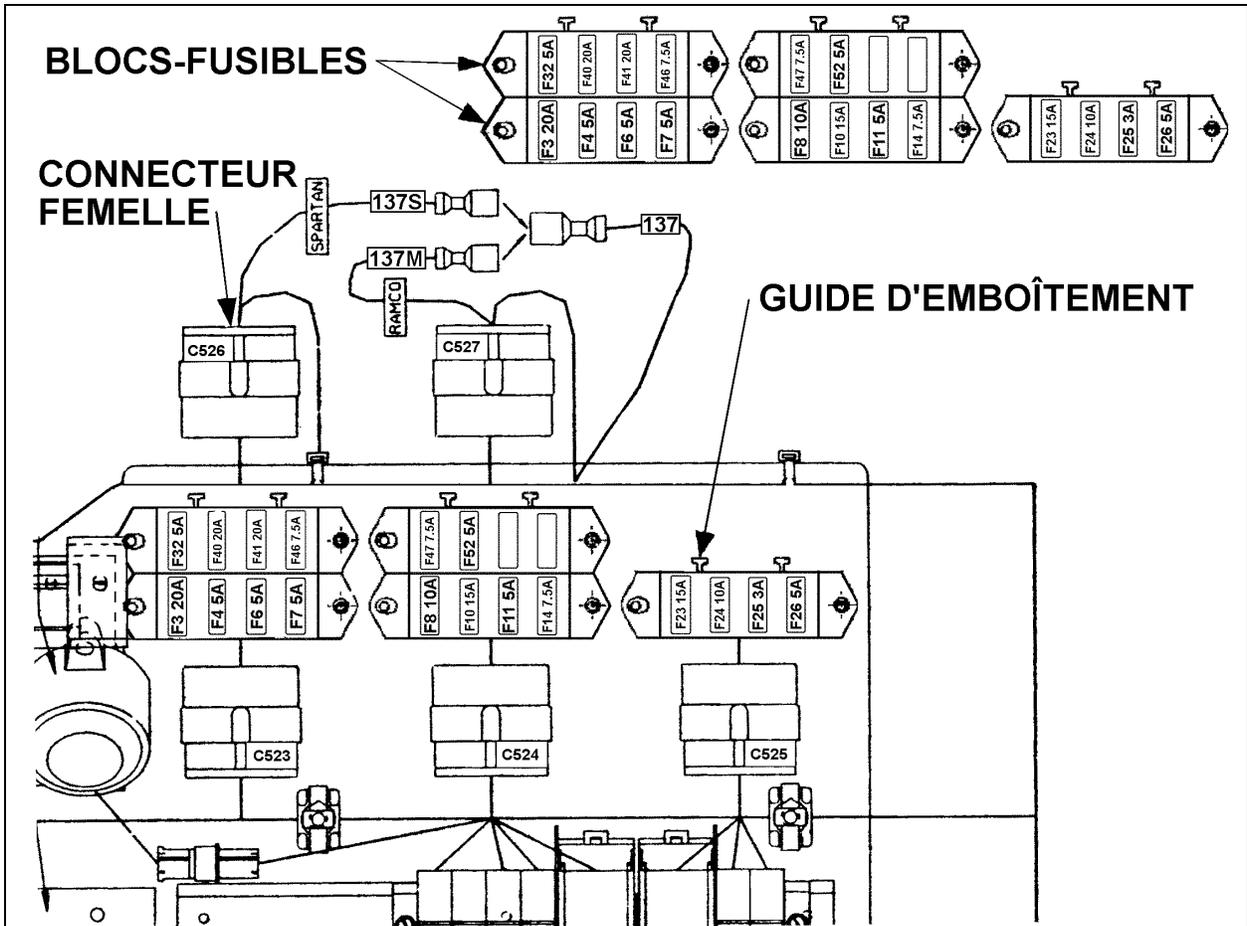

FIGURE 6: COMPARTIMENT DE SERVICE AVANT (VIP-45)
Vérifier le positionnement des blocs-fusibles (Prévoist # 562621) dans le compartiment de service avant (5 blocs) et dans le compartiment électrique arrière (3 blocs) (voir fig. 6 et 8).
1. S'assurer que les guides d'emboîtement en forme de "T" sont orientés vers le haut (voir fig. 6 et 8).
2. Dévisser le bloc-fusibles et le repositionner vers le haut conformément au schéma (voir fig. 6 et 8).
3. Fixer le bloc-fusibles et **relocaliser les fusibles au bon endroit conformément au schéma** (fig. 6 et 8).